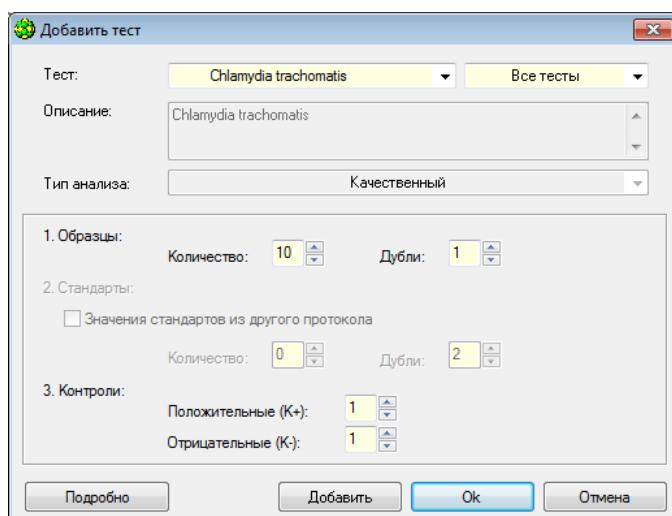

Рис.47 Окно «Добавить тест»
3. Нажать на кнопку **Добавить тест** вкладки **Протокол**. Откроется окно «Добавить тест» (Рис.47).